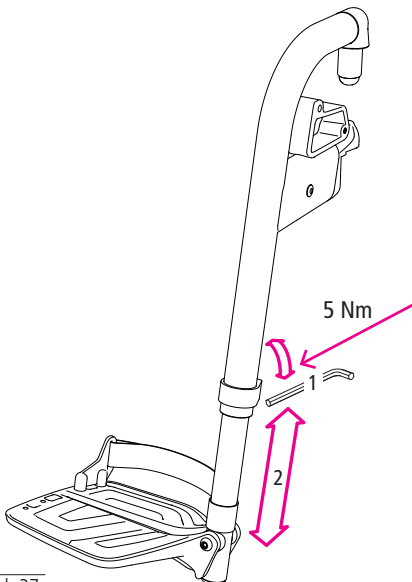

Abb.37
5. Lösen Sie die Innensechskantschraube an der Rückseite der Beinstütze (1, Abb. 37) um ein bis zwei Umdrehungen. Das Rohr der Fußplatte ist nun frei und kann nach oben oder unten verschoben werden.
6. Wenn Sie die richtige Höhe gefunden haben (2, Abb. 37), ziehen Sie die Schraube an (5 Nm) (1, Abb. 37).